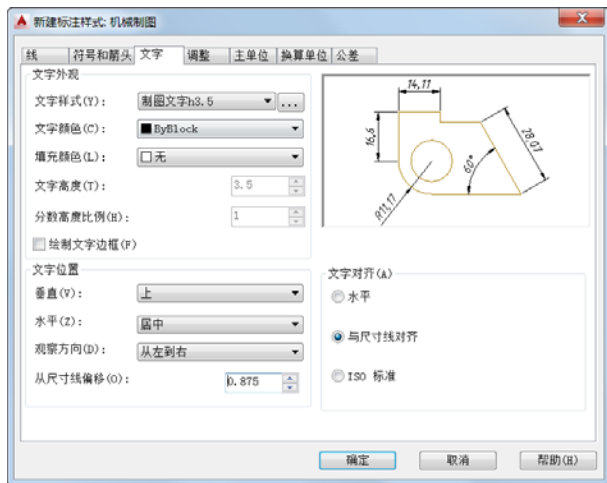

图 8-6 设置标注样式的文字
- 4 切换至“文字”选项卡，从“文字样式”下拉列表框中选择“制图文字 h3.5”文字样式，从“文字对齐”选项组中选择“与尺寸线对齐”单选按钮，在“文字位置”选项组中分别设置垂直、水平和观察方向选项，设置“从尺寸线偏移”值为“0.875”，如图 8-6 所示。